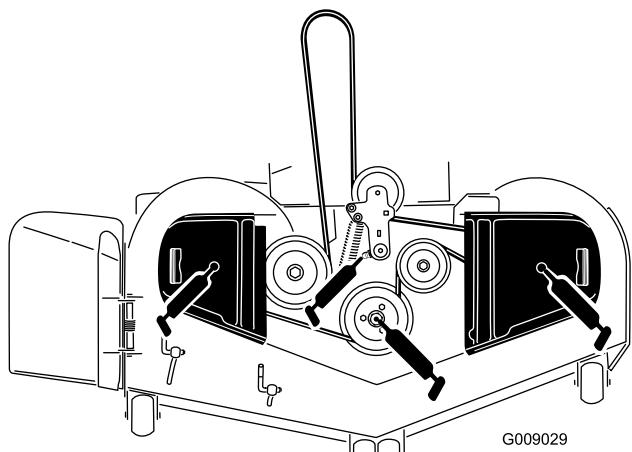

Figura 44
3. Engrase el pivote de la polea tensora de la carcasa del cortacésped hasta que salga grasa por el extremo inferior (Figura 44).
4. Engrase los puntos de engrase de los cojinetes de los 3 ejes hasta que rezume grasa (Figura 44).
5. Engrase el brazo tensor de la correa de transmisión (Figura 44).